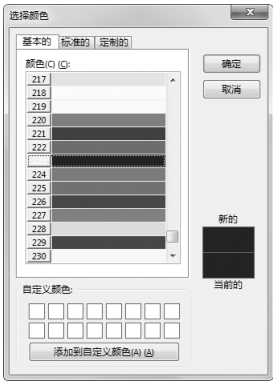

图 3-5 “选择颜色”对话框
1) 颜色：单击该颜色显示框，系统将弹出如图3-5所示的“选择颜色”对话框。在该对话框中可以选择并设置需要的导线颜色。系统默认为深蓝色。